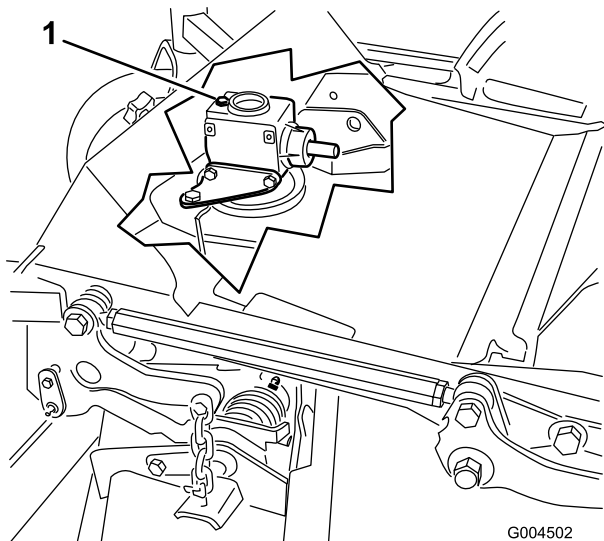

Figura 44
- Retire la varilla/ tapón de llenado de la parte superior de la caja de engranajes (Figura 44) y asegúrese de que el lubricante está entre las marcas de la varilla.
- Retire el tapón de llenado/varilla de la parte superior de la caja de engranajes (Figura 44).